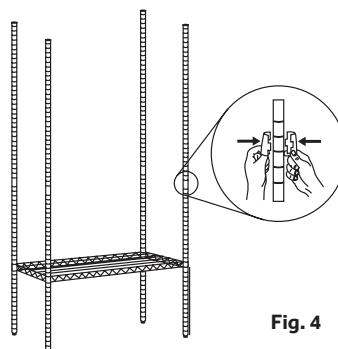

Fig. 4
6. Posizionare la mensola successiva sulla scanalatura all'altezza desiderata. Fissare un manicotto sull'asta e ripetere l'operazione per ogni asta [Fig. 4].
6. Sitúe la siguiente estantería contando las ranuras en el polo a la altura deseada. Sujete un manguito de poste y repita la operación para cada poste [Fig. 4].